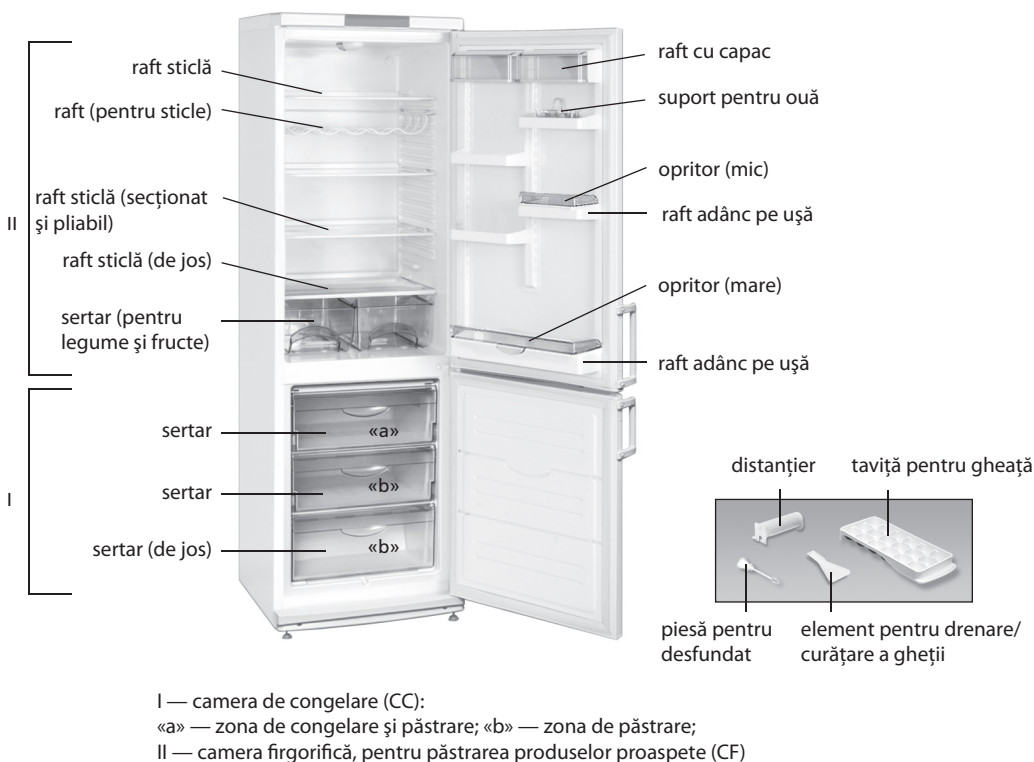

Figura 1 – Frigider și piese componente
1.1 Frigiderul este destinat pentru congelarea produselor proaspete, conservarea pe termen lung a alimentelor congelate și prepararea gheții alimentare în CC; pentru răcirea și păstrarea pe termen scurt a alimentelor proaspete, băuturilor, fructelor și legumelor în CF în conformitate cu figura 1.
1.7 Raftul (pentru sticle), în conformitate cu figura 1 este destinat pentru păstrarea băuturilor în sticle de plastic, permite utilizarea eficientă a spațiului interior al CF. Pentru a preveni deteriorarea părții din spate a CF, sticlele trebuie să fie plasate cu gâtul spre ușă.
1.6 Raftul de sticlă (secționat și pliabil), în conformitate cu figura 1, constă din două părți, în conformitate cu Figura 3. Secțiunile acestui raft pot fi fixate în CF separat una de alta, pentru a amplasa vasele mari